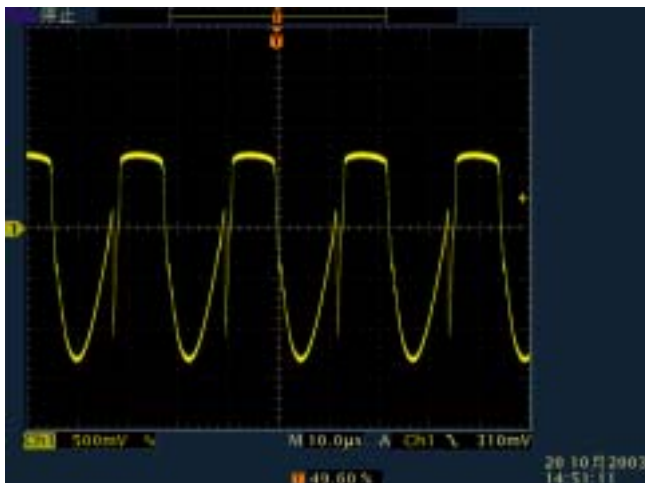
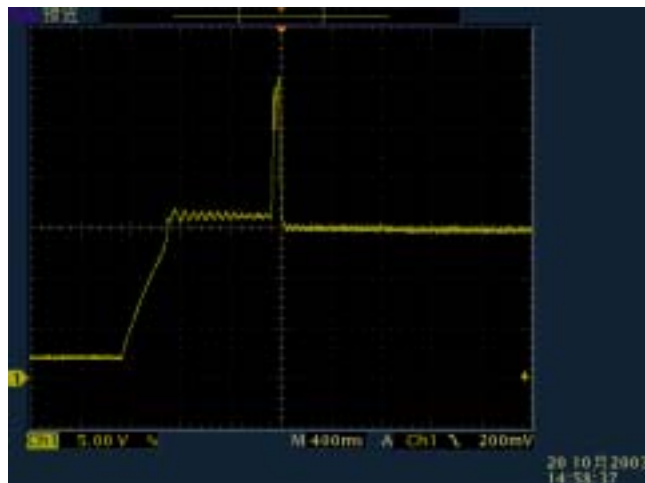

图 10 交流电源供电，正常工作时的 V_{BE}
图 11 预热、扫频、正常工作时的 V_{CC}
- 释放预热电容，用示波器准备观测 V_{BE} ，打开交流电源开关，荧光灯将在预热后点亮。进入正常工作模式后的荧光灯 V_{BE} 波形如图 10。预热、扫频、正常工作时芯片 1 脚（VCC）波形如图 11。